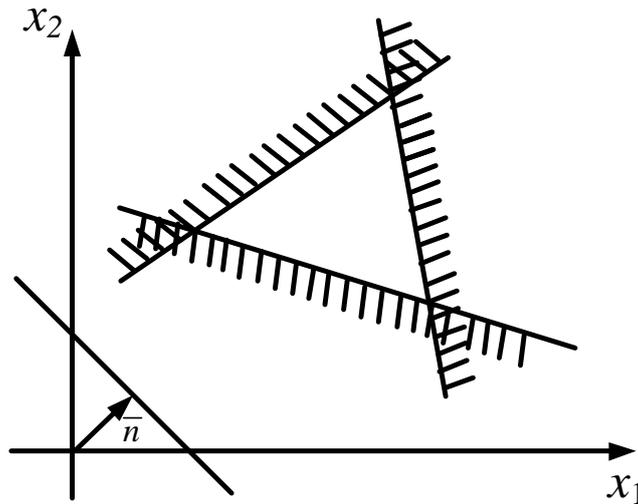

Рисунок 12 - Нет ни одного оптимального решения (d)
- нет ни одного оптимального решения ( $d$ ) (рисунок 12).